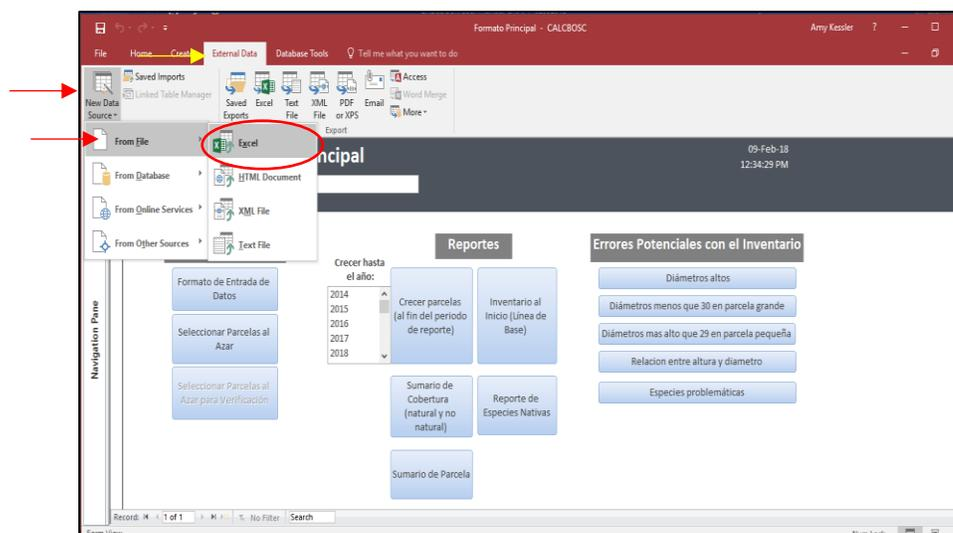

Figura 55. Importar un Documento de Excel – Paso 1
4.1. Abrir CALC BOSK en el Tablero Principal, ir a la sección de [External Data] en el panel de control, bajo External Data, ir a [New Data Source], bajo New Data Source, ir a [From File], posteriormente a [Excel]; como se muestra en la Figura 55.